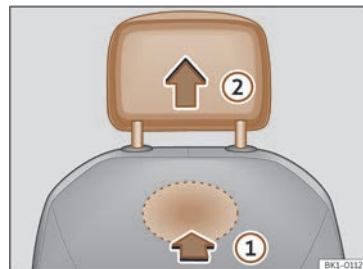

Fig. 71 Apoyacabezas delantero: desmontaje.
- Para desbloquearlo, busque el rebaje situado en la parte posterior del respaldo por la zona marcada y presione en el sentido de la flecha >>> **fig. 71 ①**.
- Extraiga el apoyacabezas en el sentido de la flecha ②.